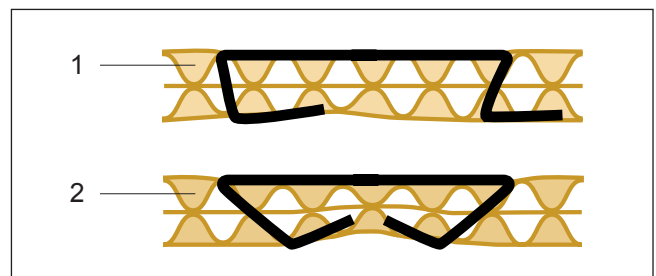

Fig. 13
Bottenhäftaren är noggrant testad före leveransen. P.g.a hantering under transporten kan häfthuvudets läge förändras och en finjustering av städet behövas. Se (Fig. 13/1) som visar en defekt klamring.
- Gör en test genom att klamma i en kartong. En klamring med korrekt justerat städ visas i (Fig. 13/2).